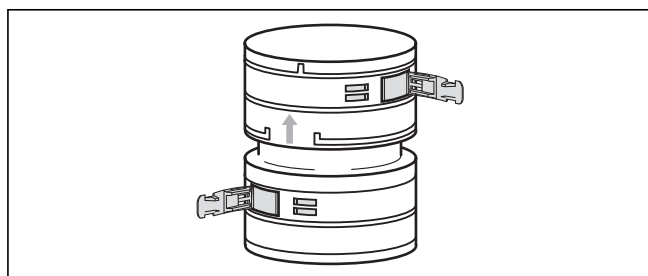
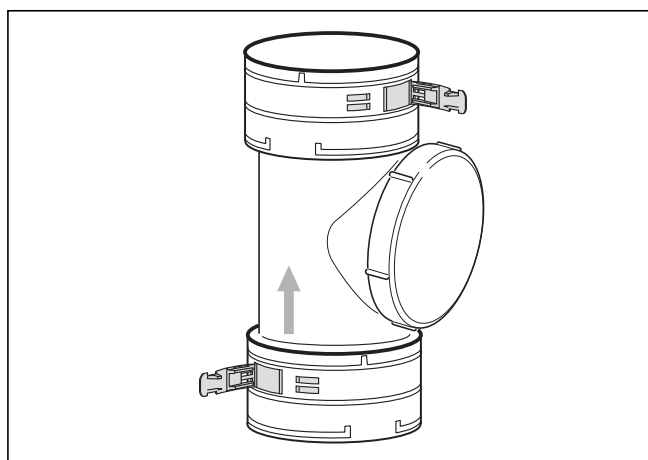

Abb. 4.42 Verbindungselement
Abb. 4.43 Reinigungselement
- Montieren Sie bei Bedarf zuerst Verbindungs- und Reinigungselemente (siehe Abb. 4.42 und 4.43).
Anstatt die Gesamtlänge der flexiblen Abgasleitung mit einem einzigen Stück zu überwinden, können Sie mehrere Teilstücke einsetzen und diese mit Verbindungselementen (Art.-Nr. 303 512, Abb. 4.42) oder einem Reinigungselement (Art.-Nr. 303 511, Abb. 4.43) verbinden.